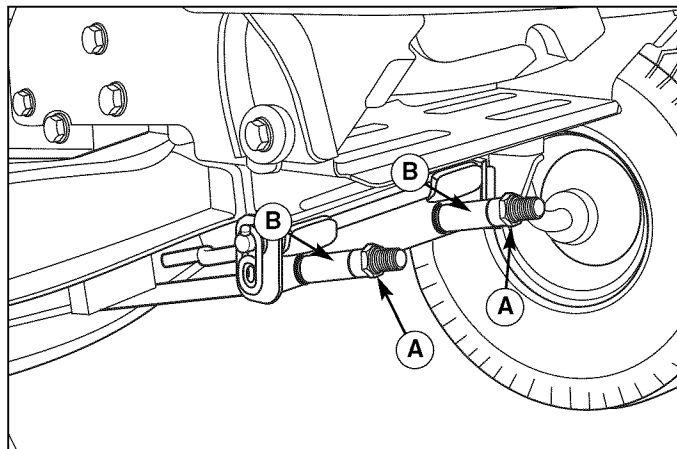

Figura 27. Nivelación del cortacésped de adelante hacia atrás
8. Al subir la parte delantera de la plataforma del cortacésped, apriete las contratuercas (A, Figura 27) y los espaciadores opuestos (B). Para bajar la parte delantera de la plataforma del cortacésped, suelte las contratuercas (A). Éstas deben girarse de forma uniforme en ambos lados a fin de mantener nivelada la plataforma.
9. Vuelva a revisar la medida de la cuchilla y apriete la tuerca delantera (B) contra el soporte para asegurarlo.